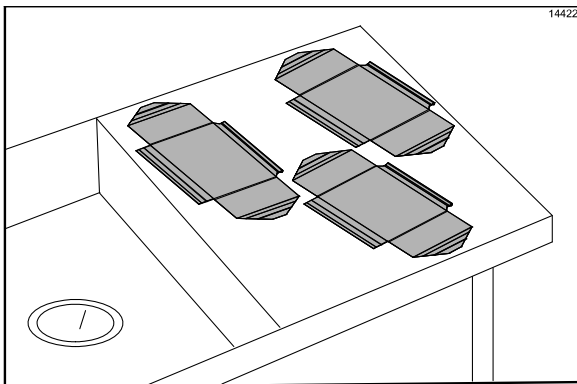

Figura 83
9. Coloque as folhas antiaderentes de lado, sobre uma superfície plana e limpa, até a hora de limpá-las novamente. **Não** dobre, não faça rugas, nem coloque as folhas sobre objetos afiados. (Veja a Figura 83.)